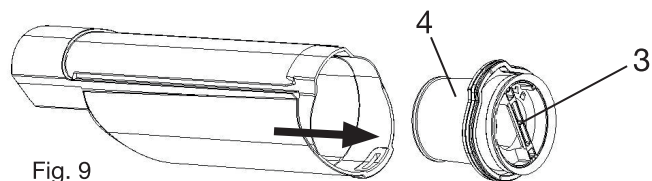

Fig. 9
Colóquese encima de un cubo de basura y tire de la lengüeta (3) (fig. 9) para extraer el bloque de filtración (4) (fig. 9).